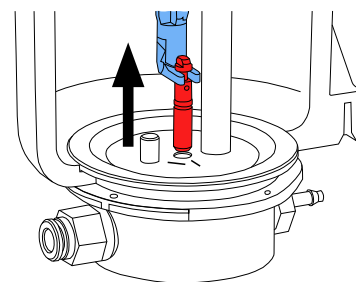

Fig. 13
- ⇒ Com a ferramenta, agarrar o bocal doseador e puxar para cima (Fig. 13).